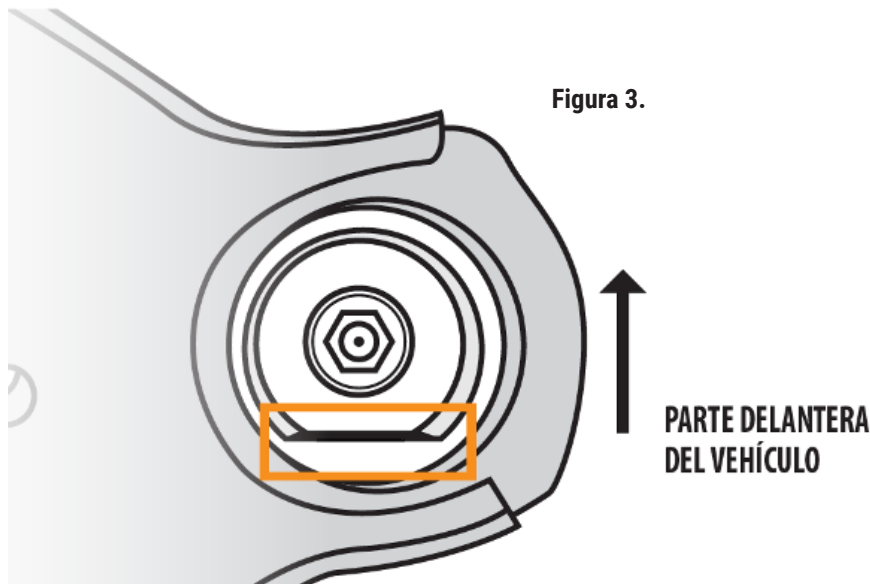

Figura 2.
- Encuentre la superficie plana maquinada en la carcasa de la junta esférica. **Vea la Figura 2.**